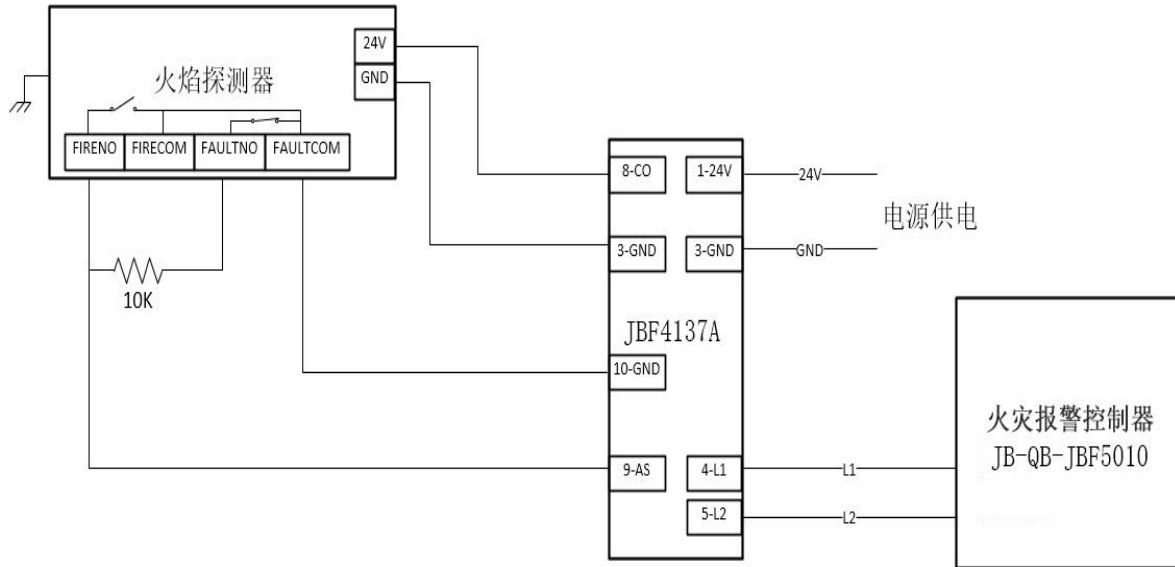

图 2 火焰探测器与火灾报警控制器 JB-QB-JBF5010 接线图
- 2、按图 2 所示完成接线, 操作火灾报警控制器对模块进行登记。